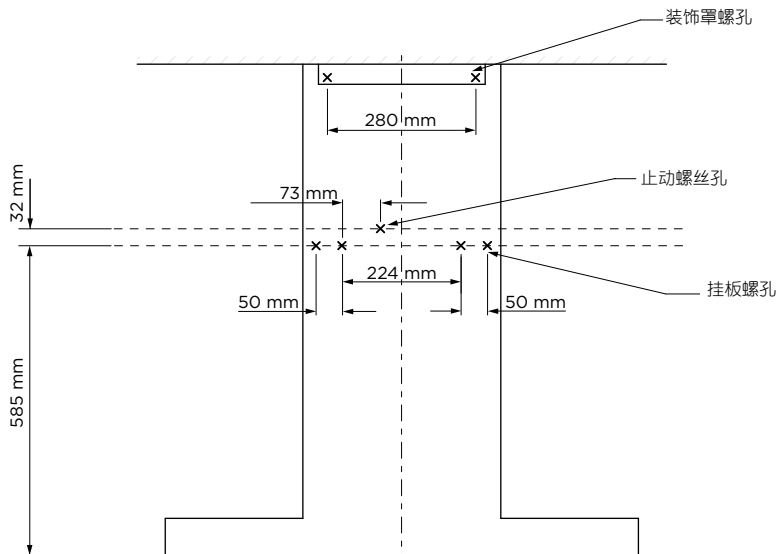
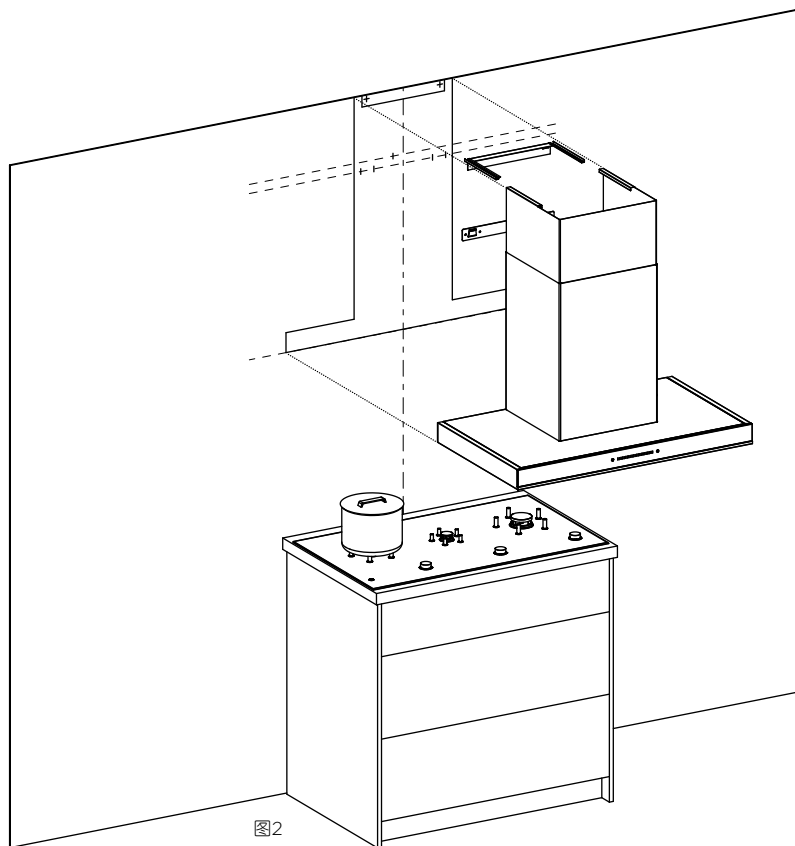

图1
图2
① 准备安装吸油烟机
② 安装挂板
- 如图1和图2所示，用冲击钻和 $\varnothing 10\text{mm}$ 水泥钻头在墙上挂板螺孔所在位置和止动螺丝孔所在位置钻55mm深的孔。
③ 安装内装饰罩固定架（如果必须使用内装饰罩延长配件）
- 如图1和图2所示，用冲击钻和 $\varnothing 10\text{mm}$ 水泥钻头在墙上装饰罩螺孔所在位置钻55mm深的孔。